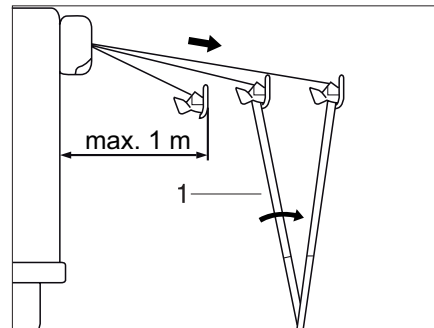

Fig. 12 Emplazamiento del toldillo
- ▶ Desplegar los pies de apoyo (Fig. 12,1) y ponerlos en el suelo.
- ▶ Quitar las estaquillas de los pies de apoyo (Fig. 12,1).